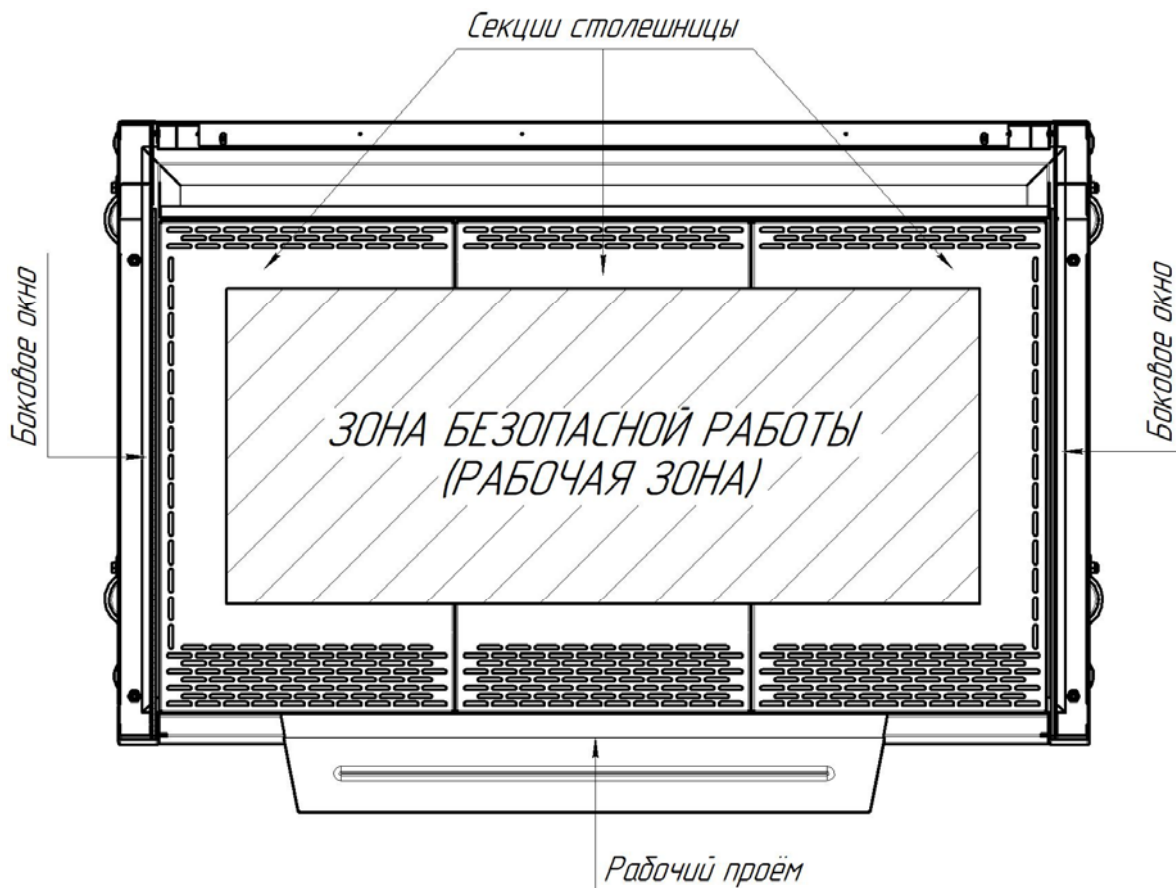

Рисунок 6.3 —Зона безопасной работы (рабочая зона) на поверхности столешницы
6.4.2 Зона безопасной работы (рабочая зона) на поверхности столешницы обозначена заштрихованной областью (см. рис. 6.3).